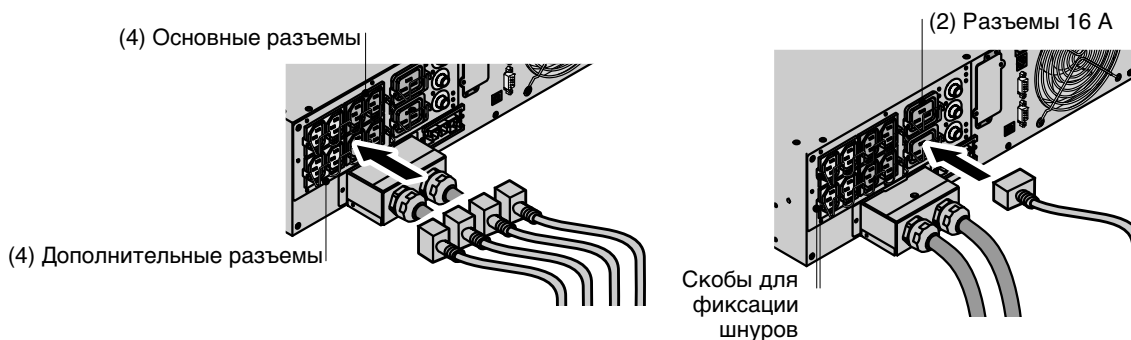

Рисунок 23. Подключение кабелей питания (модели EU)
8. Подключите оборудование, для которого требуется обеспечить защиту, к соответствующему выходному разъему ИБП с помощью прилагаемых кабелей (для получения дополнительной информации о сегментах нагрузки см. страницу 42). См. Рисунок 23.